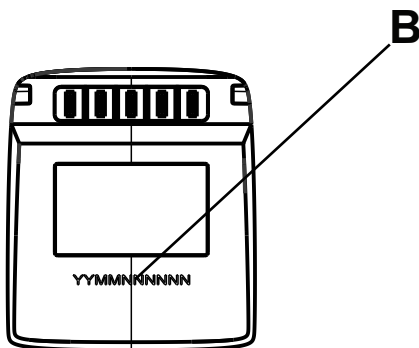
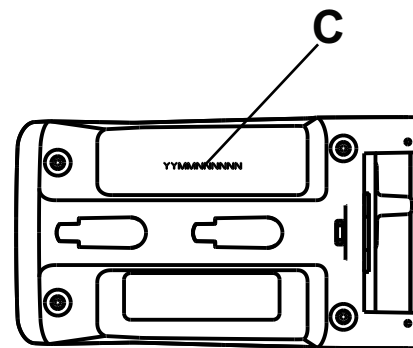

Abbildung 4 – Position der Seriennummer des Alvarium Akkus
Abbildung 5 – Position der Seriennummer des Alvarium Ladegeräts
Die Position der Seriennummer am Akku (B) und am Ladegerät (C) geht aus den nachstehenden Abbildungen (Abbildung 4 und Abbildung 5) hervor.